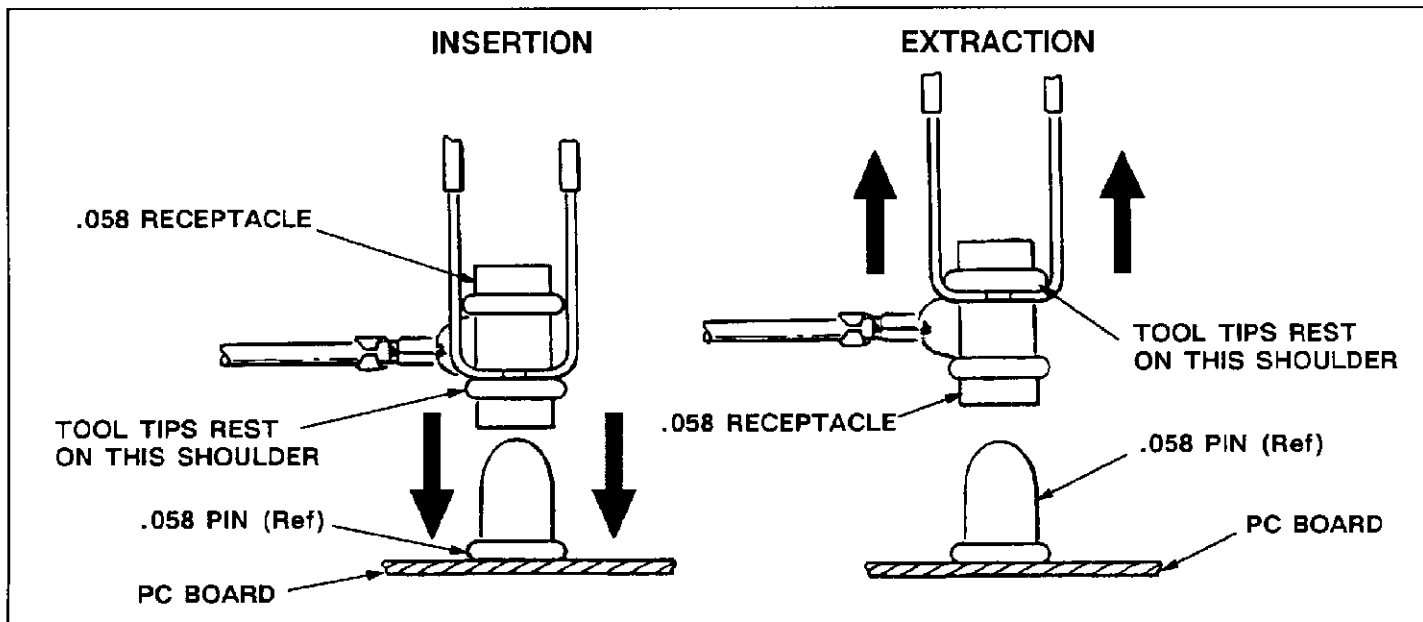

Fig. 2
**3. INSERTION/EXTRACTION PROCEDURES (Figure 2)**